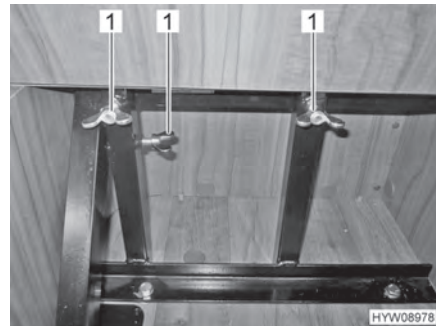

Bild 20 Stecksitz mit Flügelmuttern sichern
- Stecksitz mit Flügelmuttern (Bild 20,1) sichern.